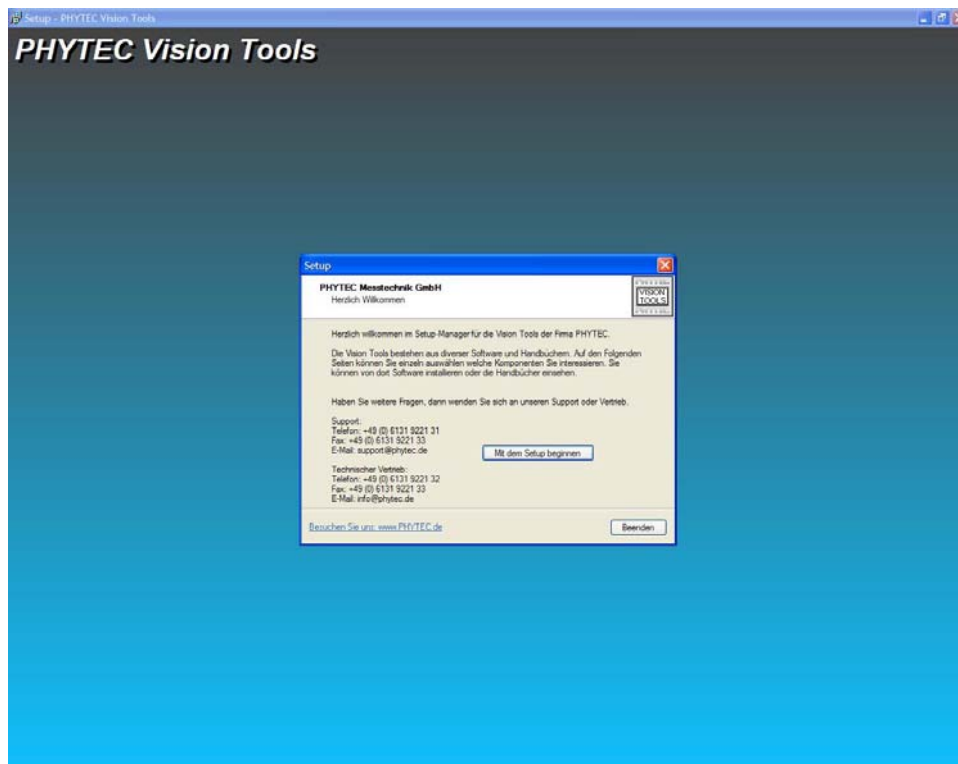

Bild 9: PHYTEC Installationsmenü
- Im erscheinenden Installationsmenü (siehe *Bild 9*) wählen Sie *pciGrabber* aus.